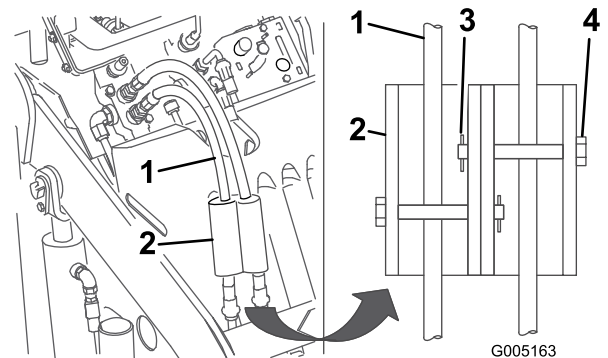

Figure 18
7. Montez les dispositifs de blocage sur les flexibles hydrauliques, et fixez-les en position à l'aide des axes de chape et des goupilles fendues (Figure 18).